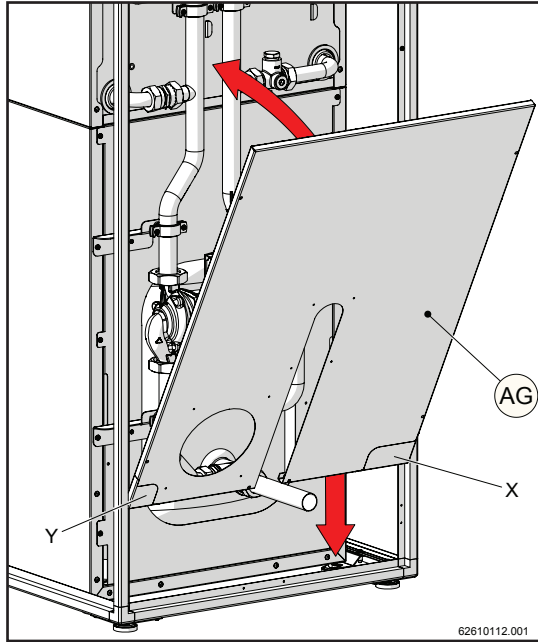

Figura 12-18
- 8.- Rimuovere i dischi pretranciati dalle coperture (AG) e (AH) come mostrato nelle figure 12-16 e 12-17 e, a seconda della tipologia di impianto elettrico e di smaltimento delle condense presente sul luogo di installazione dell'apparecchio, è possibile rimuovere o meno i pretranci "X" e "Y" dalla copertura (AG) di figura 12-18.